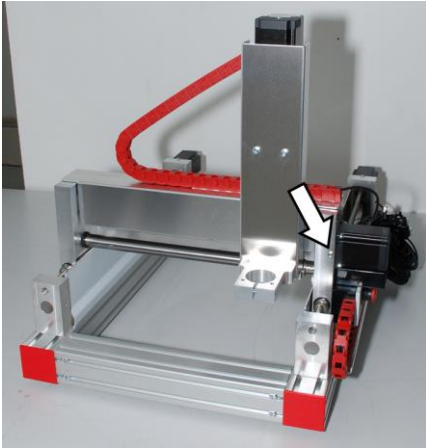

Abb. 28: Schmiernippel Y-Achse
9. Schutzkappen vom Schmiernippel der X-Achse entfernen (Abb. 28/Pfeil), falls vorhanden.